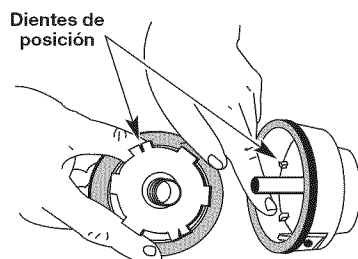

Fig. 16
- Verifique el desgaste de los dientes de posición del carrete interior y bobina exterior (Fig. 16). Si es necesario, saque la rebaba o cambie el carrete y la bobina.